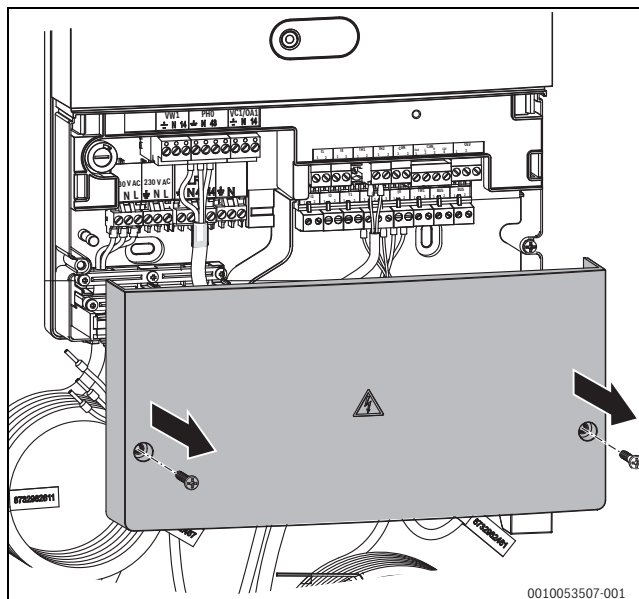

Fig. 28 Retrait du cache du gestionnaire hybride
- Desserrer les deux vis du cache du gestionnaire hybride et retirer le cache (→ Fig. 28).